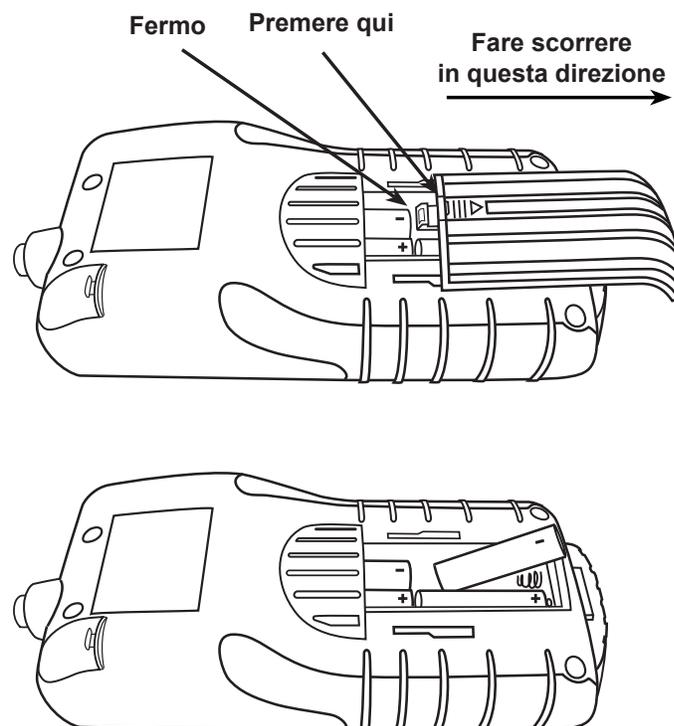

Figura 22: Sostituzione della batteria
5. Inserire le batterie nuove, come mostrato nella *figura 22*. Assicurarsi che i poli negativi e positivi siano posizionati correttamente.